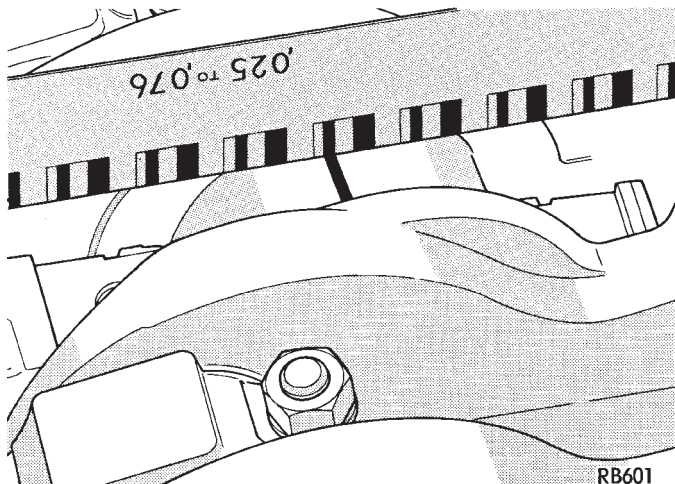

Abb. 13 MESSEN DES PLEUELLAGERSPIELS
(1) Zur Messung des Hauptlager- und des Pleuellagerspiels siehe Abschnitt Instandsetzung/Allgemein (Abb. 13). Sollwerte siehe (Abb. 15).
(2) Muttern mit einem Anzugsmoment von 52 N·m (38 ft. lbs.) festziehen.
(3) Pleuellagerdeckel abbauen und Plastigage messen (Abb. 13).